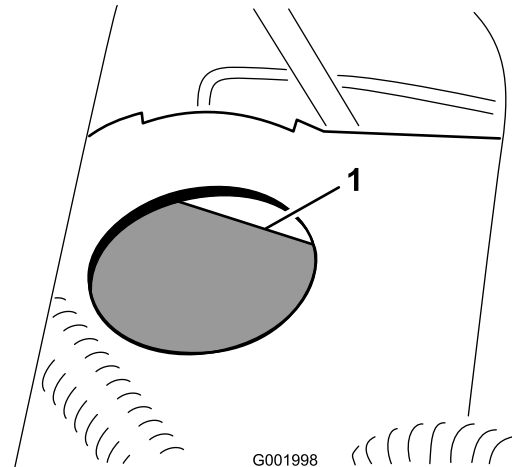

図 59
2. タンクの FULL マークまでオイルが入っているのを確認する(図 59)。